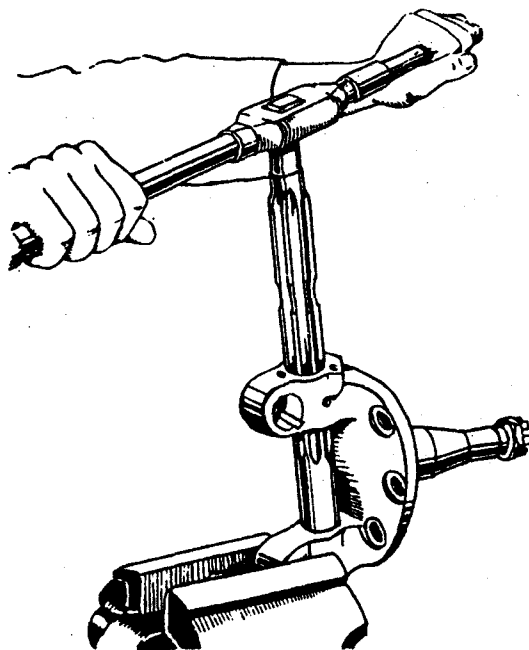

Рис. 60. Развертывание втулок шкворня
12. Развернуть одновременно обе новые втулки с помощью специальной развертки (рис. 60) до диаметра  $30^{+0.05}_{+0.02}$  мм.